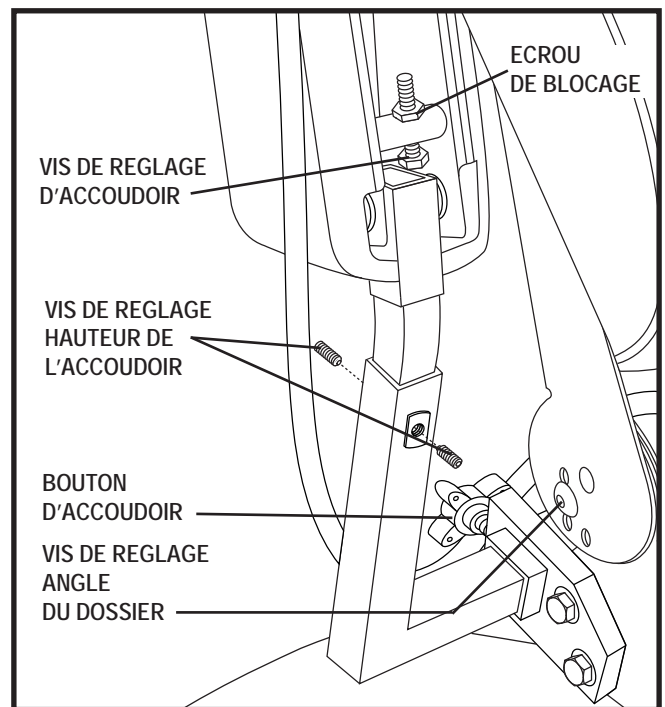

Figure 14. Réglages accoudoirs et dossier
1. Retirez la vis de réglage de l'inclinaison du dossier de chaque charnière. **Voir la figure 14.**
Voir la figure 14.
1. Relevez l'accoudoir perpendiculaire au plancher. **Voir la figure 14.**